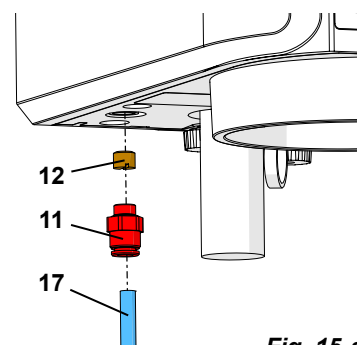

Fig. 15-a
**Filtro di ingresso innestato, davanti al raccordo dell'aria compressa (Fig. 15-b).**
- ⇒ Spingere verso l'alto l'anello situato sul filtro d'entrata (12) e sfilare il tubo pneumatico (17).
- ⇒ Spingere verso l'alto l'anello sul raccordo per l'aria compressa (11) e togliere il filtro d'entrata (12).